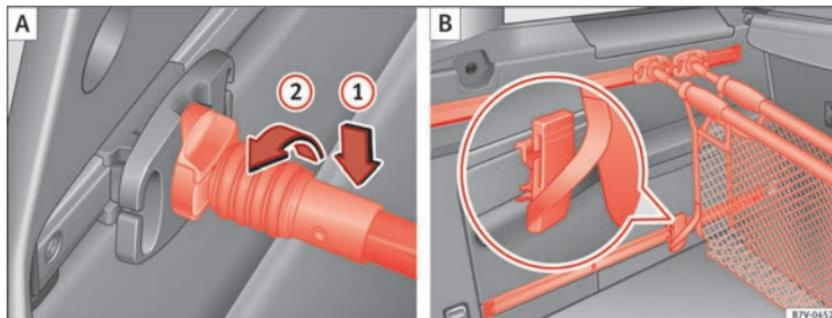

Abb. 98 Kuvertnetz einhängen **A** und als Tasche verwenden **B**.
Haltestange von oben in die Kuvertnetz-Halterung legen ⇒ Abb. 98 **1** und um 90° nach links drehen **2**. Die rote Markierung an der Haltestange darf nicht mehr sichtbar sein ⇒ .
- Fixierband des Kuvertnetzes von unten in ein verschiebbares Fixierelement einhängen ⇒ Abb. 98 [B].